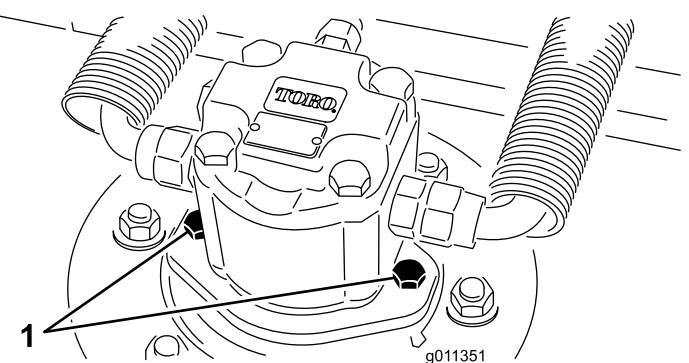

図 12
- カッティングユニットから油圧モータを外す図 12。異物がつかないように、スピンドル上部にはカバーをかけておく。